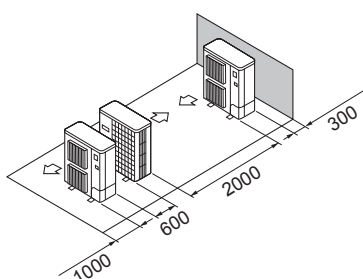

Fig. 2-16
- ⑤ Uppställning med en enstaka parallell enhet (Fig. 2-16)